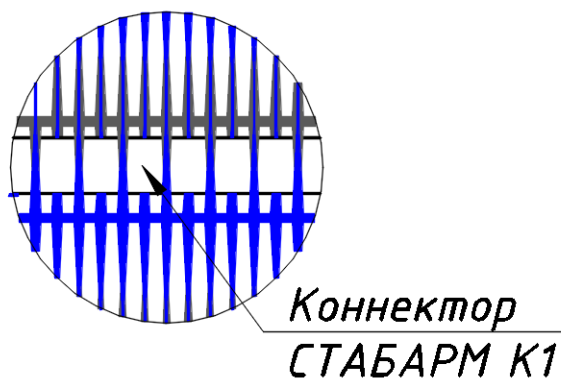

Рис. 3 Положение коннектора СТАБАРМ К-1 в рабочем положении (вид сверху)
2. Коннекторы располагаются согласно рис. 3. Коннекторы должны устанавливаться плоской стороной в плоскости георешеток.